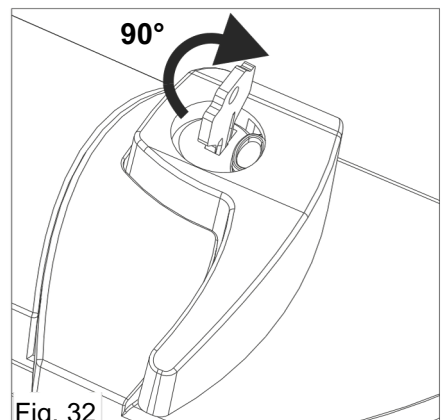

Fig. 32
2. Steek de sleutel in en draai ongeveer 90° rechtsom (Fig. 32)